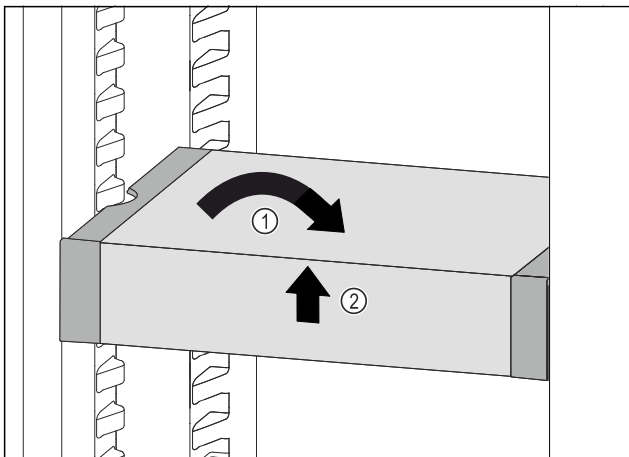

Fig. 95
- ▶ VarioSafe recht zetten. Fig. 95 (1)
- ▶ VarioSafe aan voorkant optillen. Fig. 95 (2)